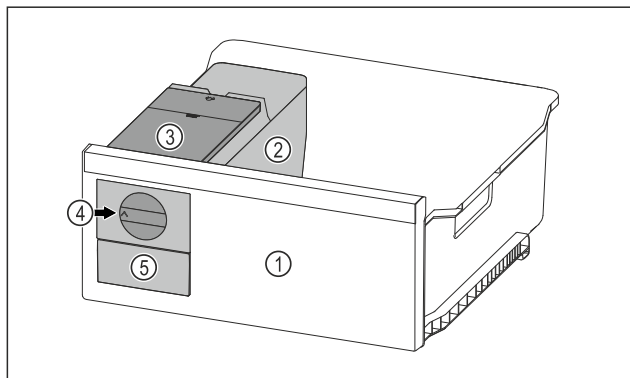

Fig. 122 Representación a modo de ejemplo
- ▶ Girar el botón giratorio *Fig. 122 (4)* en el sentido de las agujas del reloj hasta el tope.
- ▶ Los cubitos de hielo caen de la cubitera al compartimento de cubitos de hielo *Fig. 122 (5)*.